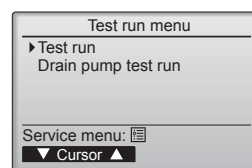

Fig. 6-4
- ④ Wählen Sie "Test run" (Testlauf) mit der Taste  oder , und drücken Sie die dann die Taste . (Fig. 6-4)